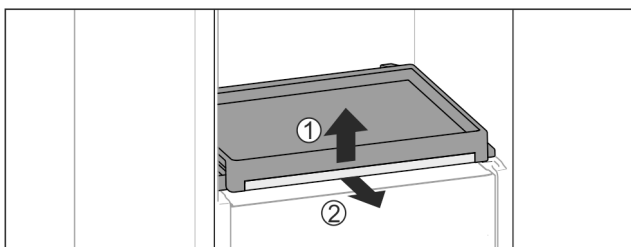

Fig. 111
- Vegye ki a kihúzható polcot az üveglappal együtt: Emelje meg kissé elől az üveglapot Fig. 111 (1), és előre felé húzza ki Fig. 111 (2).